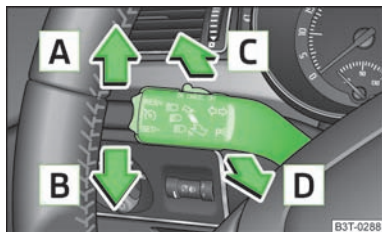

Fig. 38
- Apăsați maneta în sus **A** » fig. 38, respectiv în jos **B**.